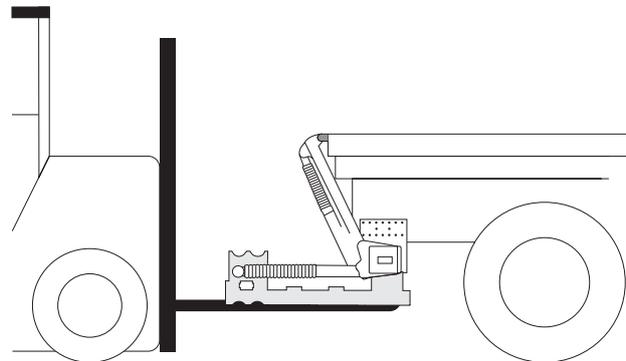

Figura 26. Utilice el embalaje del elevador y una carretilla
6. La estructura del elevador debe colocarse lo más alta posible dentro de las medidas C indicadas. Ajustar la estructura a la altura ideal debajo del chasis. Utilice el embalaje del elevador y una carretilla, véase Figura 26. La estructura debe colocarse paralelamente al suelo de la carrocería y no debe quedar apoyada contra el chasis del vehículo, debe existir una holgura de algunos milímetros. Si es necesario, ajustar el ángulo de los brazos conduciendo el elevador con cuidado.